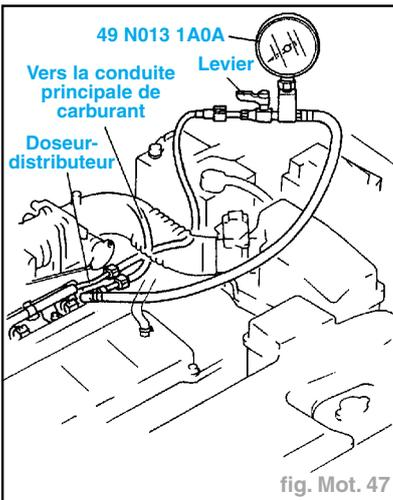

fig. Mot. 47
- Pousser le connecteur rapide du manomètre dans la conduite de carburant principale jusqu'au déclic (fig. Mot. 47).